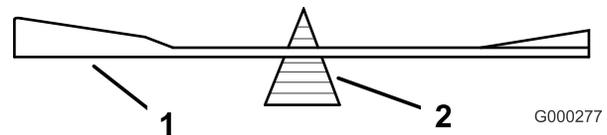
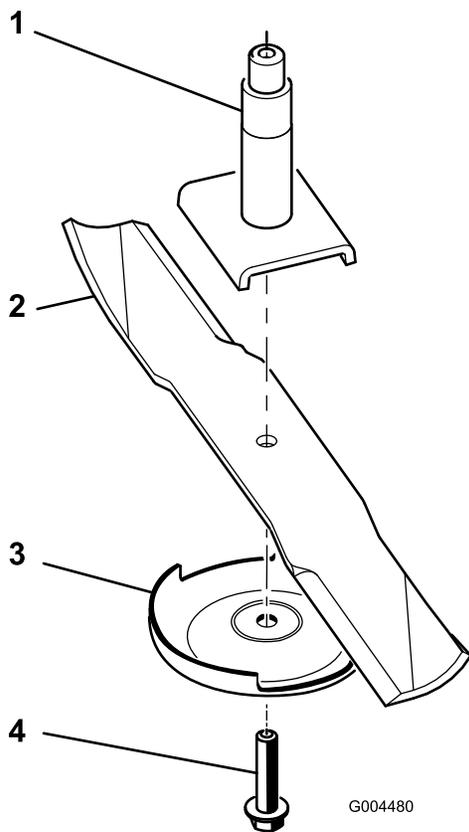

Bild 68
Bild 69
2. Entfernen Sie die Messerschraube, die Antiskalpierplatte und das Messer von der Spindelwelle (Bild 69).
2. Überprüfen Sie die Auswuchtung des Schnittmessers auf einer Ausgleichsmaschine (Bild 68). Wenn das Schnittmesser in seiner horizontalen Position bleibt, ist es ausgewuchtet und kann wiederverwendet werden. Feilen Sie, wenn das Schnittmesser nicht ausgewuchtet ist, vom Flügelbereich des Messers etwas Metall ab (Bild 69). Wiederholen Sie diesen Vorgang, bis das Messer ausgewuchtet ist.
1. Setzen Sie das Messer auf die Spindelwelle (Bild 69).
2. Montieren Sie die Antiskalpierplatte und die Messerschraube (Bild 69).